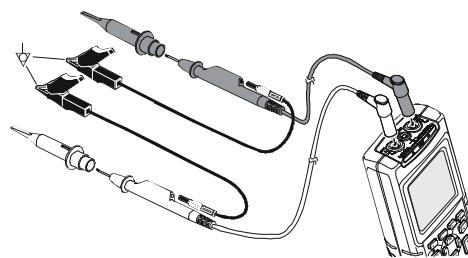

Рис. 9-2 Заземление коротким заземляющим проводом
- При измерении сигналов постоянного или переменного тока на входах A и B следует использовать короткий заземляющий провод (проводы). (См. рис. 9-2.)